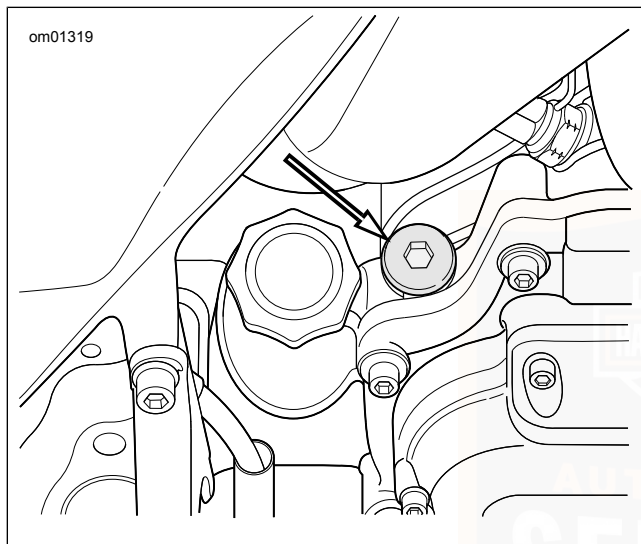

Abbildung 87. Lage des Getriebeeinfüllverschlusstopfens/Ölmesstabs
2. Siehe Abbildung 87. Den Getriebeeinflussverschlussstopfen/Ölmessstab entfernen. Den Ölmessstab sauber wischen.